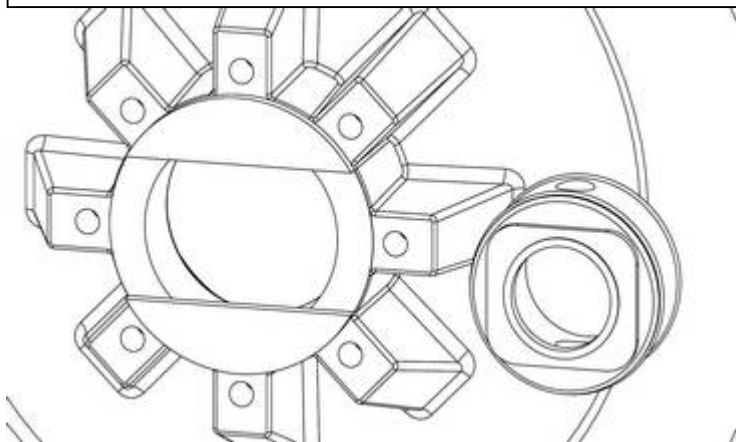

Abb. 30
3. Die O-Ringe für die stationäre Dichtung gut einfetten, um die Installation der stationären Dichtung in die Öffnung zu erleichtern. Richten Sie die planen Seiten der stationären Dichtung mit dem Fenster in der Gehäusenabe aus (siehe Abb. 30).